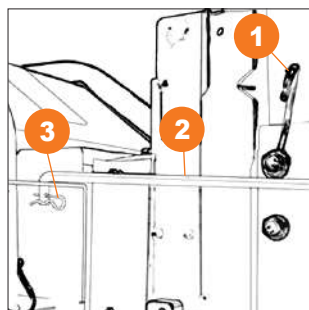

Рис. 11
- Вытащите шплинт **3**, отсоедините вал изменения направления **2** от щетки (Рис.11).
- Поместите вал изменения направления **2** в зажим **1** (Рис.11).